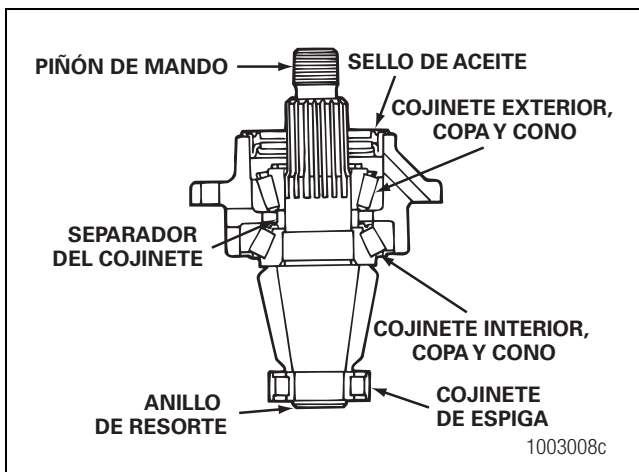
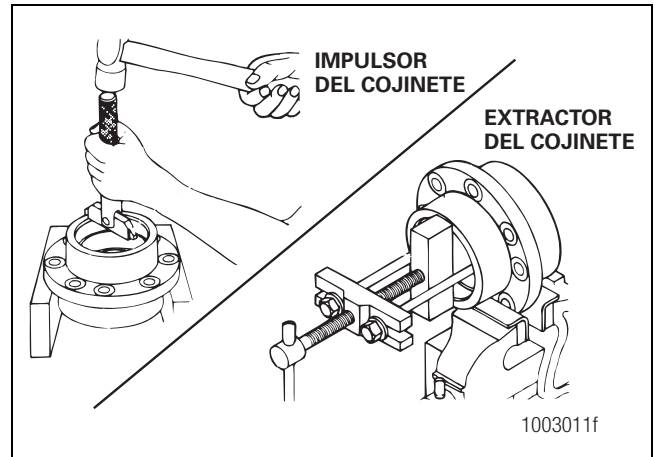

Figura 3.28
Figura 3.29
- Si es necesario cambiar los cojinetes del piñón, desmonte del interior de la jaula las copas de los cojinetes interior y exterior. Figura 3.28. Use una prensa y buje, un extractor de cojinetes o un pequeño martillo de punzón. El tipo de herramienta a utilizar depende del diseño de la jaula del cojinete. Figura 3.29.